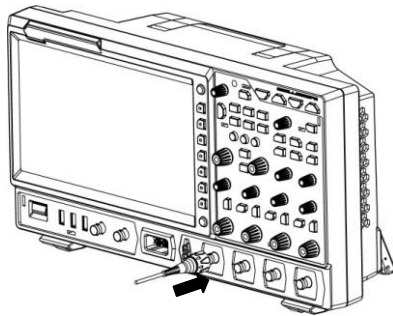

图 6 连接无源探头
1. 将探头的 BNC 端连接至示波器前面板的模拟通道输入端，如图 6 所示。